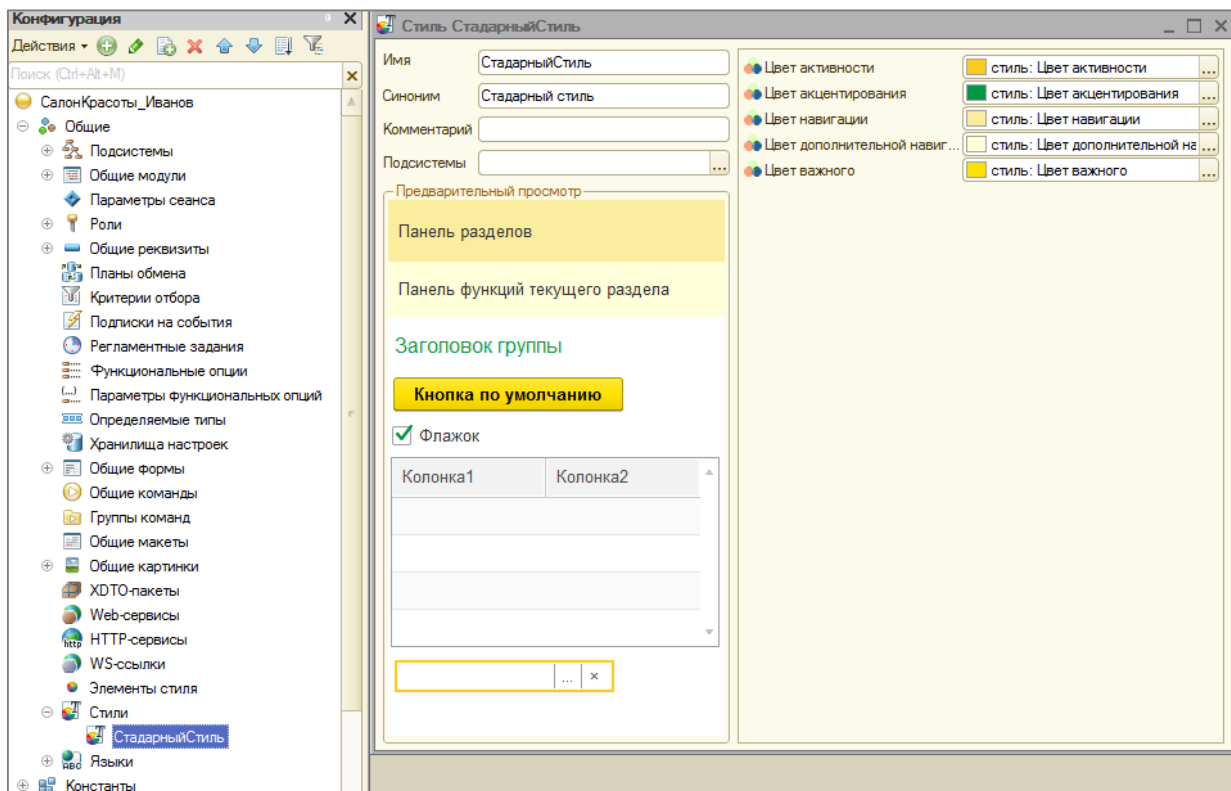

Рисунок 2.16 – Создание нового стиля «СтандартныйСтиль»
2.7 В конфигураторе базы откроем группу Общие→Стили, создадим новый стиль с именем СтандартныйСтиль (рисунок Рисунок 2.16)